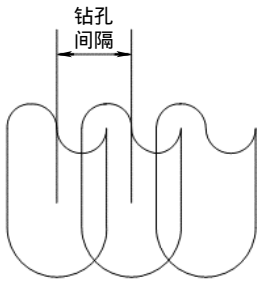

图 7-65 钻孔间隔
- 【钻孔间隔】：钻孔间隔是指插铣式粗加工时刀具轨迹之间的距离，如图 7-65 所示。